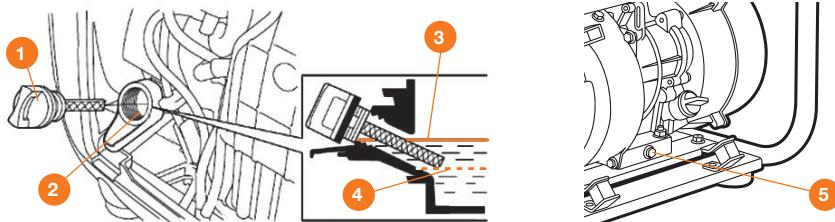

Рис. 8
- Разместите под двигателем подходящую емкость для сбора масла, затем снимите крышку/щуп ① маслоналивной горловины ② (Рис. 8).
- Отверните пробку для слива масла ⑤ или наклоните генератор и слейте масло через заливную горловину ② в подготовленную емкость, дайте отработанному маслу стечь полностью, утилизируйте его способом, который не повредит окружающей среды.
- Установите генератор на горизонтальную твердую поверхность, залейте рекомендованное масло по уровню (③ верхний предел, ④ нижний предел).
- Установите на место крышку/щуп ① маслоналивной горловины и надежно зафиксируйте ее.